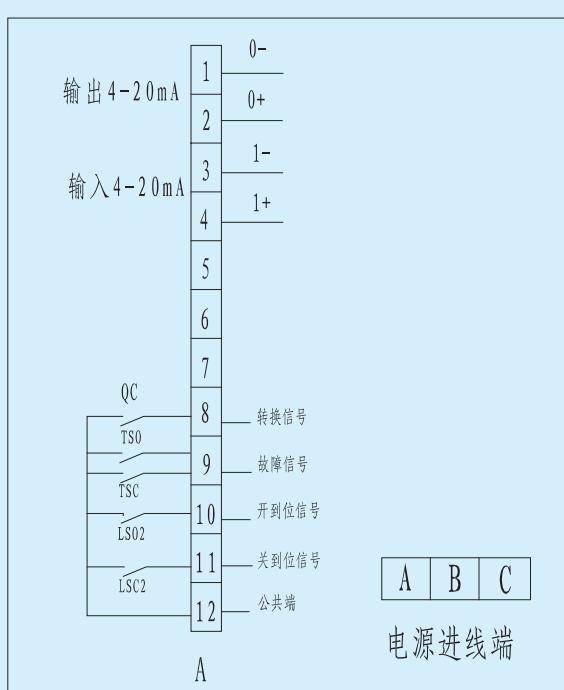
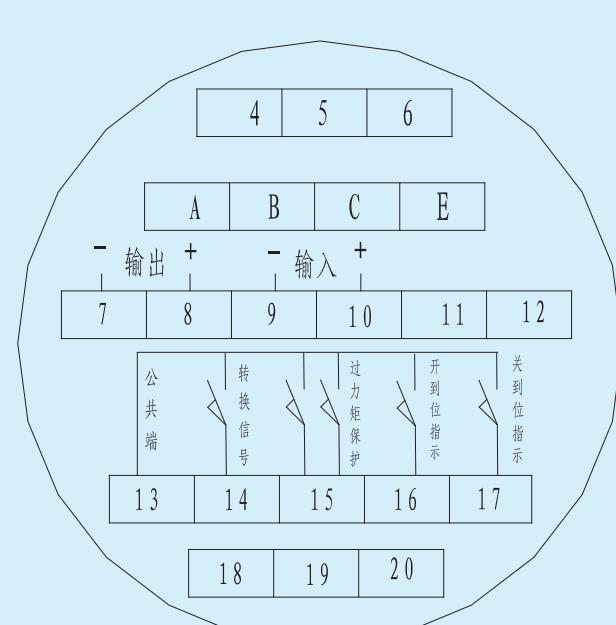

图14 整体调节户外型端子接线图
图15 整体调节隔爆型端子接线图
6.6整体调节户外型及整体调节隔爆型端子接线图见图14、图15